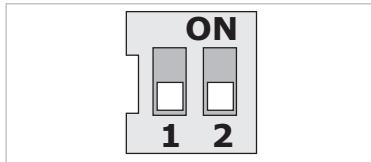

Fig. 22: Conmutadores DIP
Los conmutadores DIP (Fig. 9, pos. 6/ Fig. 22) se encuentra bajo la cubierta de la carcasa.